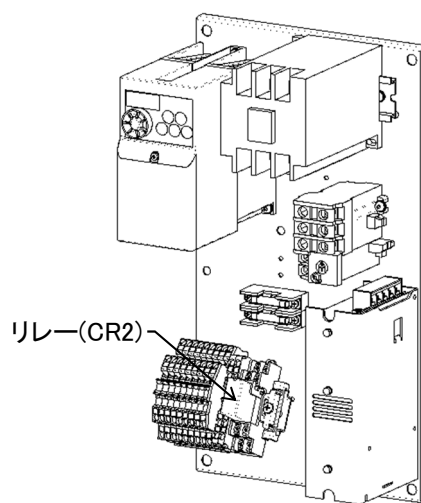

図 8-13
1) 排水弁の動作確認 (図 8-13, 14)
(図 8-13)